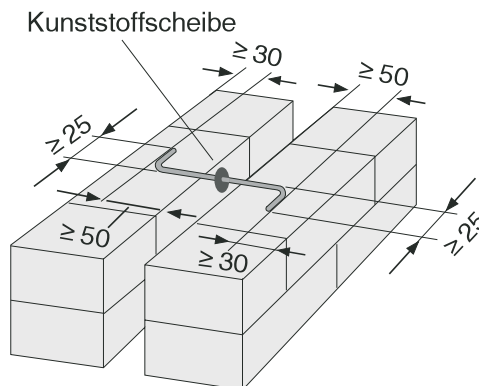

Bild 9: Drahtanker für zweischaliges Mauerwerk für Außenwände
e) Die Mauerwerksschalen sind durch Drahtanker aus nichtrostendem Stahl mit den Werkstoffnummern 1.4401 oder 1.4571 nach DIN 17440 zu verbinden (siehe Tabelle 11). Die Drahtanker müssen in Form und Maßen Bild 9 entsprechen. Der vertikale Abstand der Drahtanker soll höchstens 500 mm, der horizontale höchstens 750 mm betragen.
Die Drahtanker sind unter Beachtung ihrer statischen Wirksamkeit so auszuführen, daß sie keine Feuchte von der Außenschale zur Innenschale leiten können (z.B. Aufschieben einer Kunststoffscheibe, siehe Bild 9).
Werden die Drahtanker nach Bild 9 in Leichtmörtel eingebettet, so ist dafür LM 36 erforderlich. Drahtanker in Leichtmörtel LM 21 bedürfen einer anderen Verankerungsart.